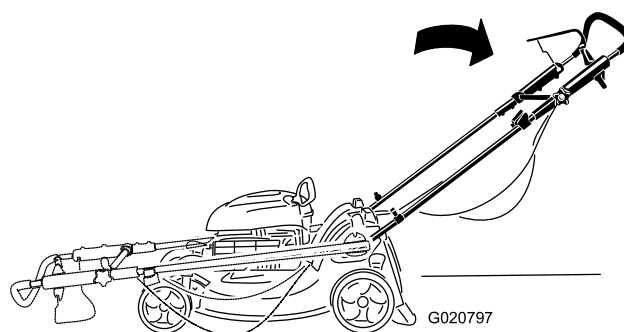

Figure 3
1. Dépliez le guidon comme montré à la Figure 3.